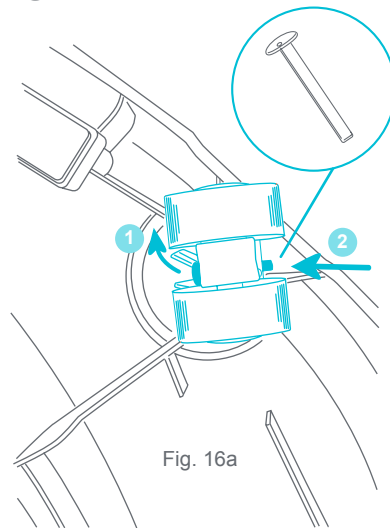

Fig. 16a
- 16 • **REMOCIÓN:** (1) Retire la pequeña lengüeta de la chaveta. (2) Saque el pasador de la ranura (Fig. 16a).